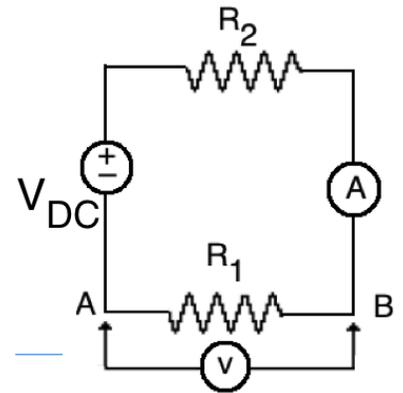

Figura 3
- 12.- Dado el circuito de la Figura 3 con los valores indicados en el Prelaboratorio, calcule teóricamente los voltajes, corrientes y potencias en cada uno de los elementos del circuito (la fuente y las dos resistencias).
17.- Registre en la siguiente tabla los valores nominales y reales (medidos con el óhmetro) de las resistencias a utilizar en el circuito de la Figura 3 e indique si dichos valores se encuentran dentro del rango de tolerancia correspondiente.